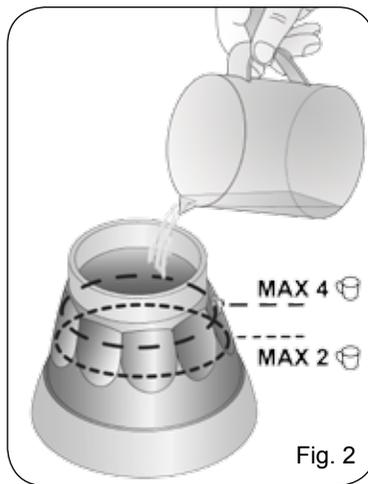

Fig. 2
Убедитесь, что кофеварка холодная. Раскрутите кофеварку, держа верхнюю колбу (C) одной рукой, а другой поверните нижнюю колбу (G) против часовой стрелки. Снимите фильтр-воронку (F) и наполните нижнюю колбу водой до предохранительного клапана (L), видимого изнутри нижней колбы (Рис. 2). Не наливайте выше предохранительного клапана.